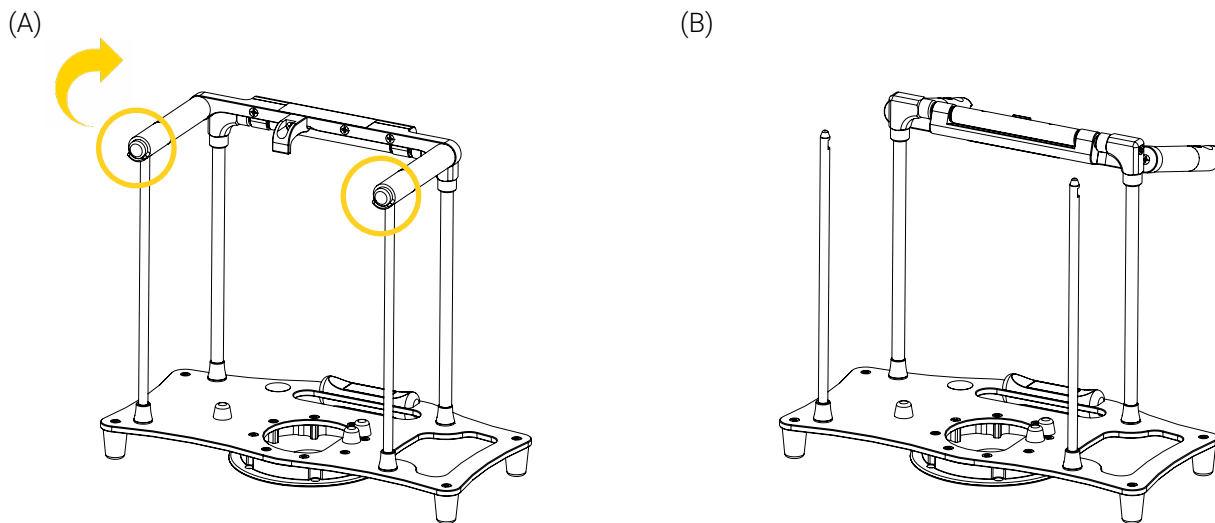

Figure 5: Déverrouillage et ouverture du support
1. Appuyer et maintenir le bouton à déclenchement rapide simultanément, puis basculer le haut du support vers l'avant (Figure 5).